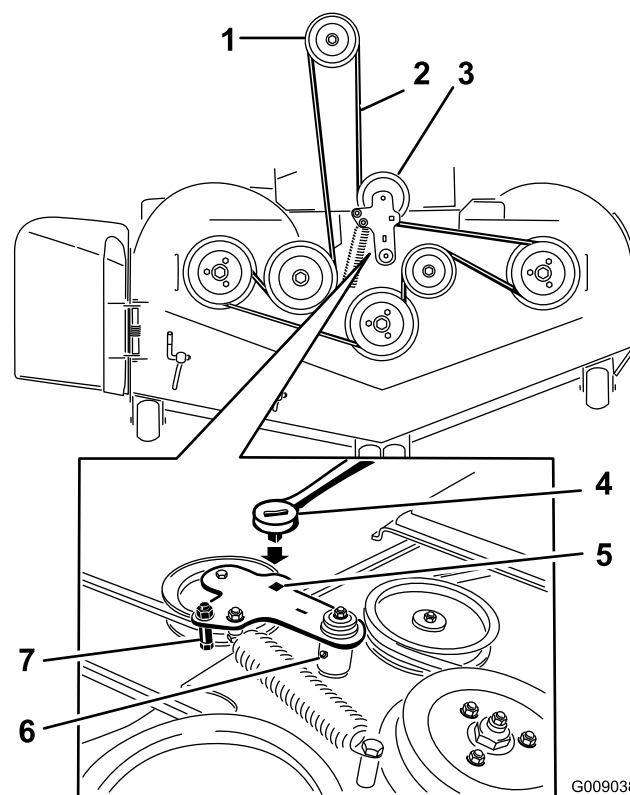

Figure 96
5. Soulevez le bac de plancher et insérez un rochet dans le trou carré de la poulie de tension du tablier (Figure 96).
6. Tournez la poulie de tension dans le sens horaire et déposez la courroie du tablier (Figure 96).